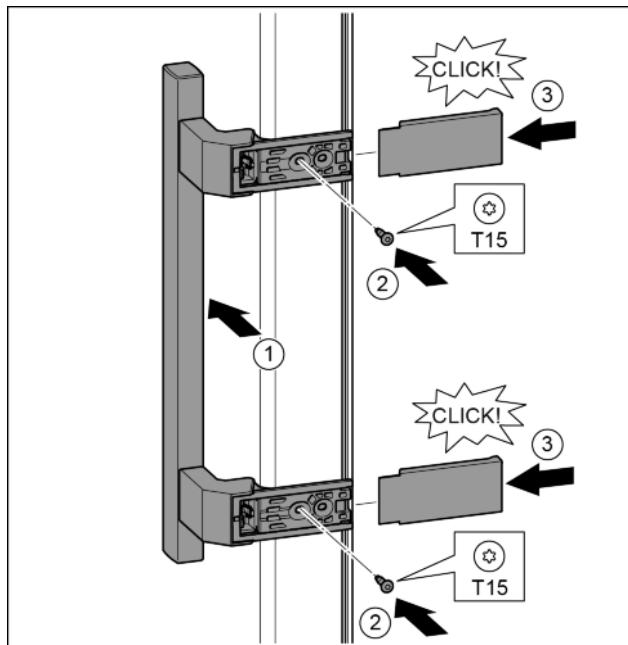

Fig. 16
- Установить ручку на противоположной стороне. *Fig. 16 (1)*
- Затянуть винты отверткой T15. *Fig. 16 (2)*
- Установить крышки сбоку и надвинуть. *Fig. 16 (3)*